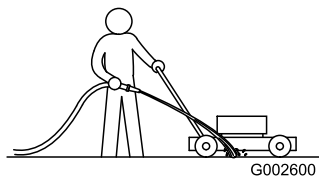

Figura 49
3. Mentre il motore acceso e la lama è innestata, spruzzate un getto d'acqua davanti alla ruota destra posteriore (Figura 49).